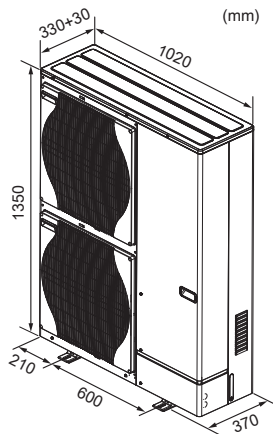

Fig. 2-2
2.2. Ulkomitat (ulkoyksikkö) (Fig. 2-2)